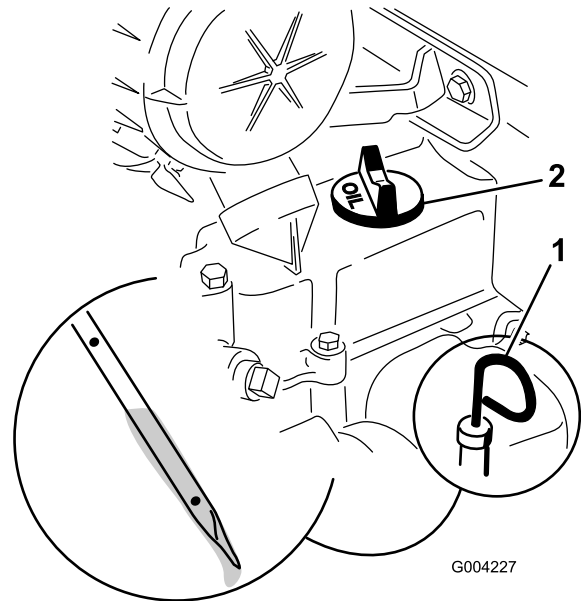

Figure 32
- Nettoyez la surface autour de la jauge (Figure 32).
- Sortez la jauge d'huile et essuyez soigneusement l'extrémité métallique (Figure 32).
- Enfoncez la jauge complètement dans le tube (Figure 32).
- Si le niveau est trop bas (sous le trou inférieur), nettoyez la surface autour du bouchon de remplissage et enlevez le bouchon (Figure 32).
6. Enlevez le bouchon de remplissage (Figure 32) et versez lentement environ 80 % de la quantité d'huile spécifiée dans le couvre-culasse.
9. Enlevez le bouchon de remplissage (Figure 32) et versez lentement environ 80 % de la quantité d'huile spécifiée dans le couvre-culasse.